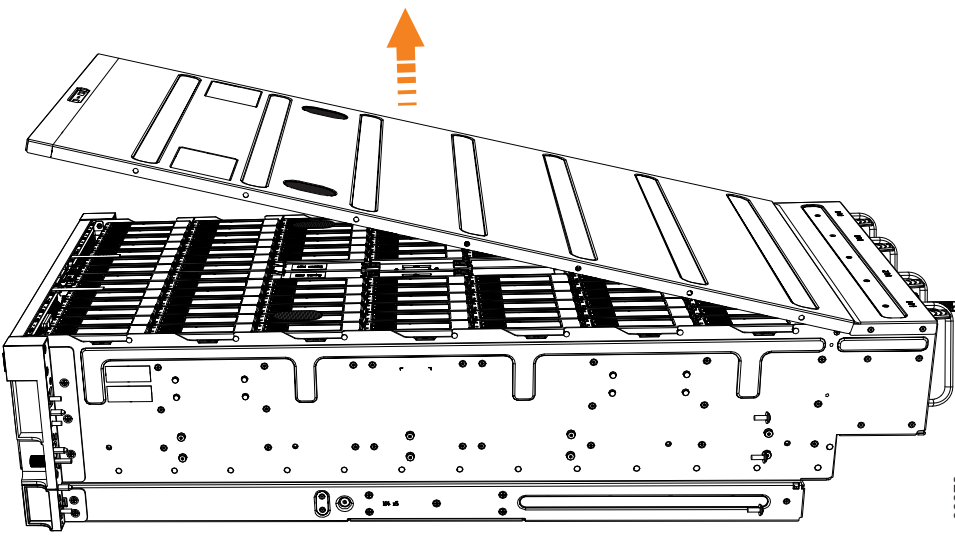

Figure 50. Retrait du capot du système 2145-92F
4. Soulevez le capot avec précaution, comme indiqué la figure 50.